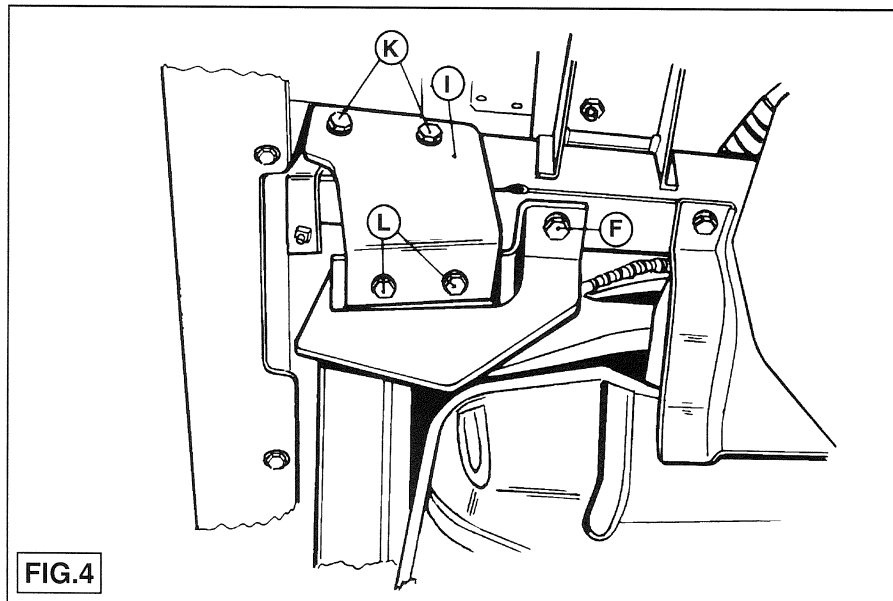

FIG.4
3. Plaats de trekhaak en bevestig deze t.p.v. punt F (fig.4) d.m.v. één bout M12x1.25x40 inclusief veer- en sluitring (ø30x13x6). Bevestig t.p.v. punt G één bout M12x35 inclusief veerring. Bevestig t.p.v. punt H één bout M12x35 inclusief veerring en moer. Demonteer de bouten K aangegeven in fig.1. Deze worden niet herplaatst.
4. Plaats plaat I overeenkomstig fig.4 en bevestig t.p.v. de punten K twee bouten M12x1.25x35 inclusief veer- en sluit- ringen. Bevestig t.p.v. de punten L twee bouten M10x1.25x40 (10.9 - 72 Nm) inclusief veer- en sluitringen (25x10.5x4). Bevestig de kogelstang d.m.v. één bout M12x70/26.2 en één bout M12x75/31.2 inclusief sluitringen en zelfborgende moeren aan de trekhaak. Draai alle bouten en moeren overeenkomstig de tabel vast.
3. Place the towbar and fasten these at point F (fig.4) using one bolt M12x1.25x40 including spring and plain washer (ø30x13x6). Fasten at point G one bolt M 12x35 including spring washer. Fasten at point H one bolt M 12x35 including spring washer and nut. Remove the bolts K noted in fig. 1; these will not be replaced.
4. Place plate I as per fig. 4 and fasten at points K two bolts M 12x35x1.25 including washers and spring washers. Fasten at, points L two bolts M10x1.25x40 (10.9 - 72 Nm) including spring and plain washers (ø25x10.5x4). Fit the ball post to the towbar using one bolt M12x70/26.2 and one bolt M12x75/31.2 with plain washers and self-locking nuts. Tighten all bolts and nuts as per the table.
3. Den Kupplungskugel mit Halterung an Punkt F (Fig.4) mit einem Schrauben M12x1.25x40 inkl. Federring und Unterlegscheibe (ø30x13x6) befestigen. An Punkt G einen Schrauben M12x35 inkl. Federring befestigen. An Punkt H einen Schrauben M12x35 inkl. Federring und Mutter befestigen. Die Schrauben K, angegeben in Fig.1, abmontieren. Diese werden nicht wieder angebracht.
4. Platte I laut Fig. 4 anbringen und an den Punkten K mit zwei Schrauben M12x1.25x35inkl. Federringe und Unterlegscheiben befestigen. An den Punkten L zwei Schrauben M10x1.25x40 (10.9 - 72 Nm) inkl. Federringe und Unterlegscheiben (ø25x10.5x4) befestigen. Die Kugelstange mit eine Schraube M12x70/26.2 und eine Schraube M12x75/31.2 inkl. Unterlegscheiben und selbstsichernden Muttern anbringen. Alle Schrauben und Muttern laut Tabelle festdrehen.
- Colocar el gancho de remolque y fijarlo en el punto F (fig.4) usando un tornillo M12x1.25x40 inclusive anilla de resorte y arandela (ø30x13x6). Fijar en el punto G un tornillo M12x35 inclusive anilla resorte. Fijar en el punto H un tornillo M12x35 inclusive anilla resorte y tuerca. Desmontar los tornillos K como indicado en la fig.1, éstos no se recolocarán.
- Colocar la placa I con arreglo a la fig.4 y fijar en los puntos K dos tornillos M12x1.25x35inclusive anillas resorte y arandelas. Fijar en los puntos L dos tornillos M10x1.25x40 (10.9 - 72 Nm) inclusive anillas resorte y arandelas (ø25x10.5x4). Fija la barra de bola en el ganche con un tornillo M12x70/26.2 y un tornillo M12x75/31.2 con arandelas y tuercas autobloqueantes. Apretar todos los tornillos y tuercas con arreglo a la tabla.
- Positionner l'attache-remorque et la fixer à l'emplacement du point F (fig. 4) à l'aide d'un seul boulon M12x1.25x40 y compris la rondelle grover et de blocage (ø30x13x6). Fixer à l'emplacement du point G un seul boulon M12x35 y compris la rondelle grover. Fixer à l'emplacement du point H un seul boulon M12x35 y compris la rondelle grover et l'écrou. Démonter les boulons K indiqués sur la fig. 1; ils ne seront pas remis en place.
- Positionner la plaque I conformément à la fig. 4 et fixer à l'emplacement des points K deux boulons M12x1.25x35y compris les rondelles grover et de blocage. Fixer à l'emplacement des points L deux boulons M10x1.25x40 (10.9 - 72 Nm) y compris les rondelles grover et de blocage (ø25x10.5x4). Fixer la barre à rotule à l'attache- remorque à l'aide d'un boulon M12x70/26.2 et un boulon M12x75/31.2 y compris les rondelles de blocage et les écrous auto-verrouillants. Serrer tous les boulons et écrous conformément au tableau.
3. Anbringa dragstången och fäst denna vid punkt F (fig. 4) med hjälp av en bult M12x1.25x40 inklusive fjäder- och förslutningsring (ϕ30x13x6). Fäst en bult M12x35 inklusive fjäderring vid punkt G. Fäst en bult M12x35 inklusive fjäderring och mutter vid punkt H. Demontera bultarna K som markeras i fig. 1. Dessa sätts inte tillbaka.
4. Anbringa plåt I enligt fig. 4 och fäst två bultar M12x1.25x35 inklusive fjäder- och förslutningsringar vid punkterna K. Fäst två bultar M10x1.25x40 (10.9 - 72 Nm) inklusive förslutnings- och fjäderringar (ϕ25x10.5x4) vid punkterna L. Fäst kulstången vid dragstången med hjälp av en bult M12x70/26.2 och en bult M12x75/31.2 inklusive förslutningsringar och självsäkrande muttrar. Vrid fast alla bultar och muttrar enligt tabellen.